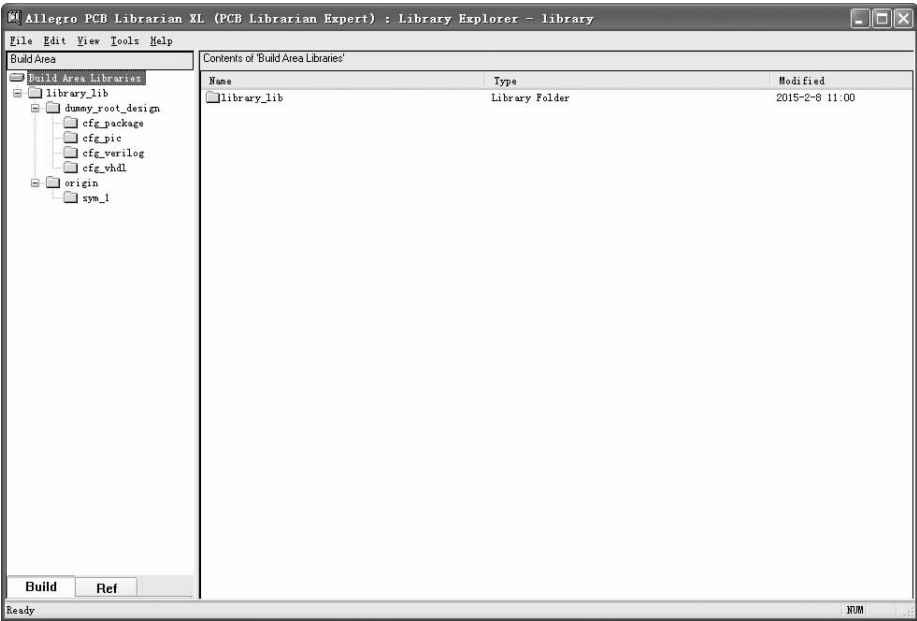

图 2-47 Library Explorer 管理窗口
9. 单击 **确定** 按钮, 弹出库 Library Explorer 管理窗口, 一个新的库项目创建成功, 如图 2-47 所示。